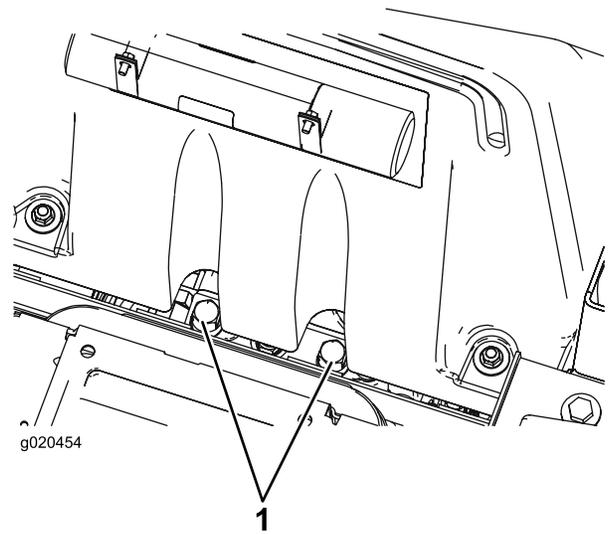

Figura 30
**Nota:** Las válvulas de desvío están situadas debajo de la parte delantera del depósito de combustible (Figura 30).